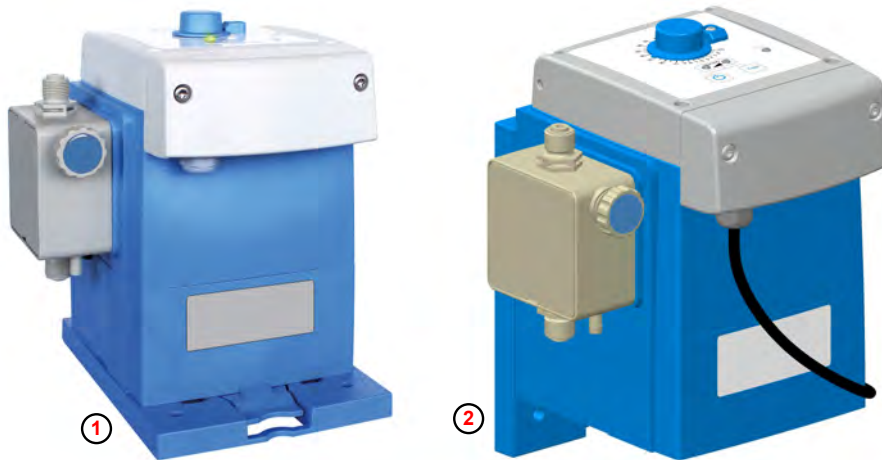

Fig. 3 : Montage sur table et montage mural
① Montage sur table
② Montage mural
La pompe peut être montée aussi bien debout (par exemple sur une console ou sur le réservoir de produit à doser) (Fig. 3 , ①) que suspendue sur un mur ② à l'aide de la plaque de montage.